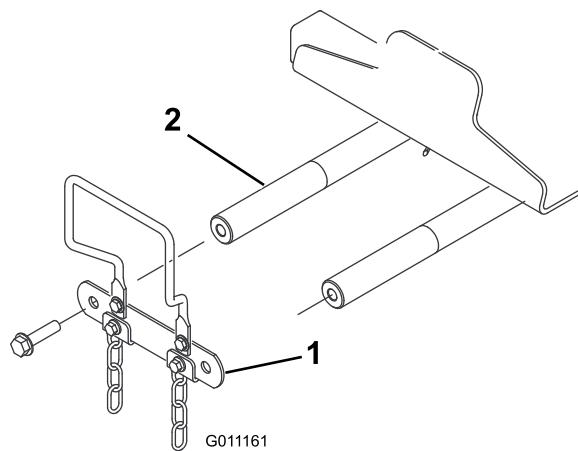

図 10
- 機体前部でピボットシャフトリンクを昇降アームのピボットシャフトに固定しているフランジキャップスクリュー  $1/2 \times 2$ " を外してリンクを取り外す図 10。